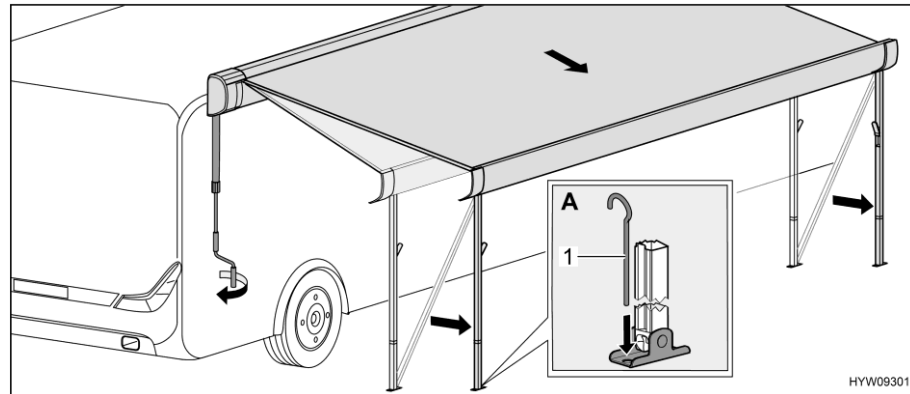

Fig. 31 Mover el toldillo a la posición final
- Fijar los pies de apoyo en el suelo usando piquetas (Fig. 31,1) (Fig. 31,A).